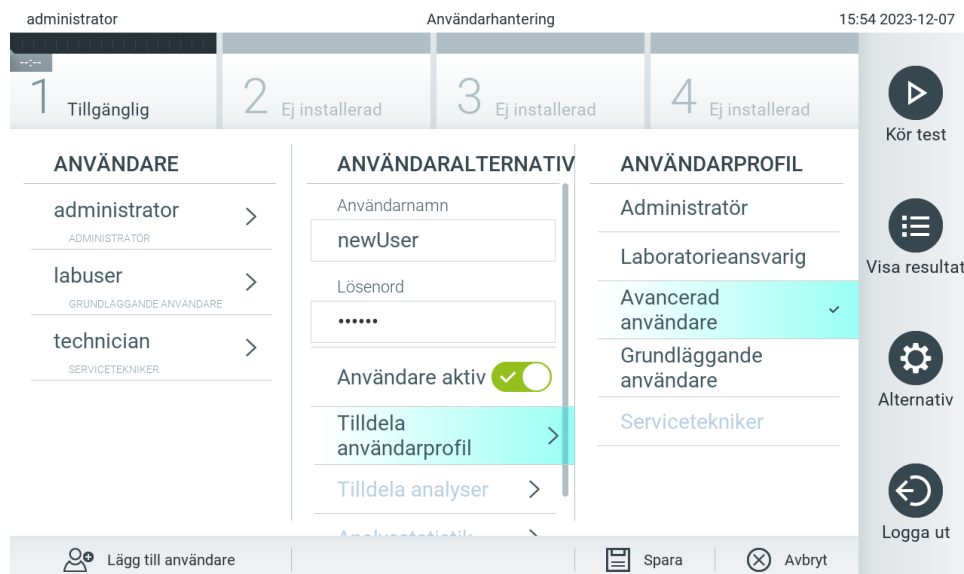

Bild 56. Tilldela en användarprofil till en ny användare.
4. Tryck på Assign User Profile (Tilldela användarprofil) och tilldela lämplig användarprofil (från listan till höger om innehållsområdet) till den nya användaren (bild 56).